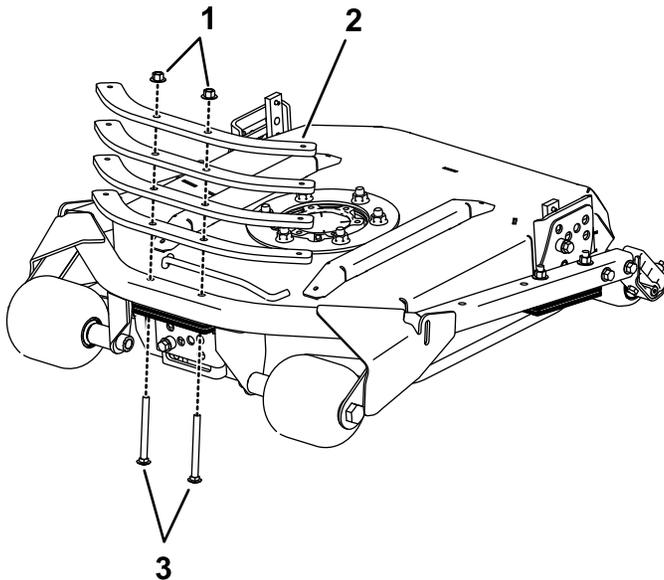

Bild 2
2. Fluchten Sie die Ballastplatten über dem Rohrrahmen aus und bringen Sie die langen Schlossschrauben mit den Muttern an, die Sie in Schritt 1 entfernt haben (Bild 2).